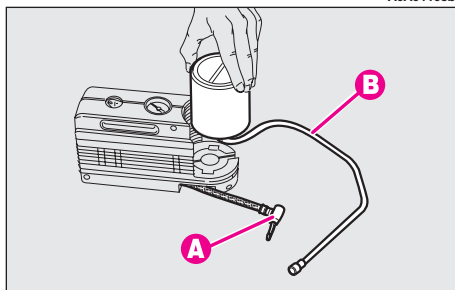

fig. 20
- détacher la greffe **A**-fig. 20 et déconnecter le tuyau **B**;